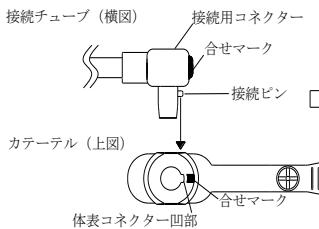
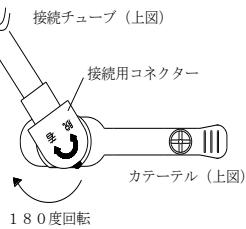

図19
図20
①投与方法により、付属の接続チューブを選択して使用する。
②栄養剤等の投与の直前にカテーテルを軽く引っ張り、カテーテルの逸脱・異常がないか確認する。
③接続チューブのクランプを確実に押し込み、接続チューブを閉鎖する。
④カテーテルのキャップを開き、接続用コネクターと体表コネクターの“合せマーク”同士を合わせて押し込み(この時、接続チューブの接続ピンが体表コネクター凹部に挿入される)、接続用コネクターを右に約180度回転させて接続する(図19、図20)。
⑤クランプを開放し、接続チューブのファネル側から5~10mLの微温湯によりフラッシングする(持続投与タイプ及びボーラス投与タイプは、片側のキャップ(紫)を閉める)。
⑥再度、接続チューブをクランプし、接続チューブを閉鎖する。
⑦接続チューブのファネル側に栄養ラインを接続後、クランプを開放して栄養剤等を投与する。